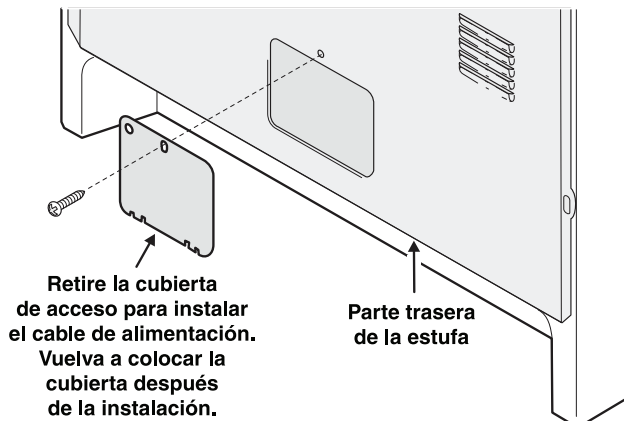

Fig. 25
Se debe retirar la cubierta de acceso trasera. Para retirar, afloje el tornillo central (un tornillo) y retire la cubierta de acceso. De este modo tendrá acceso al tablero de bornes. (Ver Fig. 25).
5. Asegúrese de que todas las tuercas estén firmemente apretadas y vuelva a colocar la cubierta de acceso trasera (Ver Fig. 25).
3. Asegúrese de que todas las conexiones estén firmemente apretadas y vuelva a colocar la cubierta de acceso trasera (Ver Fig. 25).
Asegúrese de que todas las tuercas estén firmemente apretadas y vuelva a colocar la cubierta de acceso trasera (Ver Fig. 25).